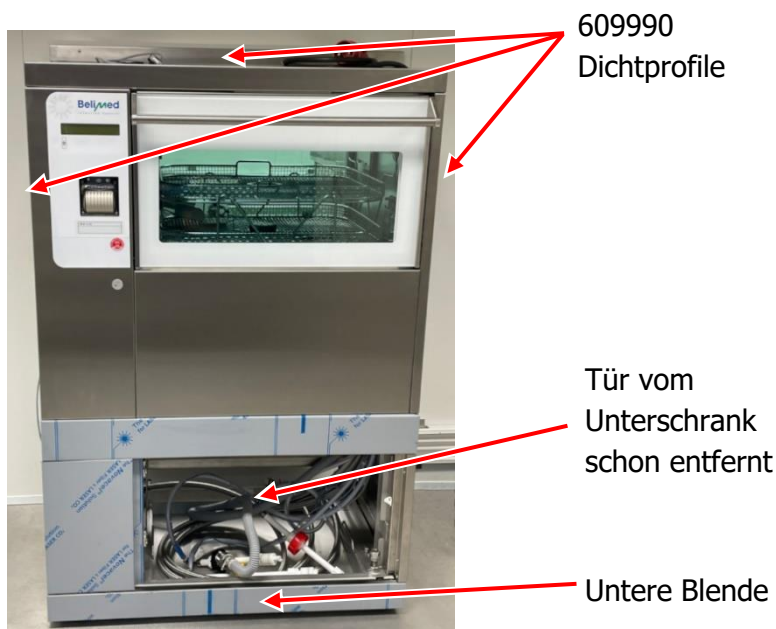

Abb. 2: Dichtprofile, Unterschrankschranktür und untere Blende RDG-E reine Seite
- Entfernen Sie die untere Blende des Geräts auf reinen und unreinen Seite (siehe Abb.2:).
- Befestigen Sie die 3 Dichtprofile vom Belimed (Art.-Nr. 609990) auf der reinen Seite (siehe Abb.2:).
- Entnehmen Sie die 3 Dichtprofile vom Belimed (Art.-Nr. 609990) auf der reinen Seite (siehe Abb.2:).